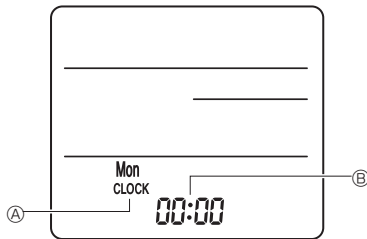

Fig. 6-8
3) Definição [Definição Clock (Relógio)] (Fig. 6-8)